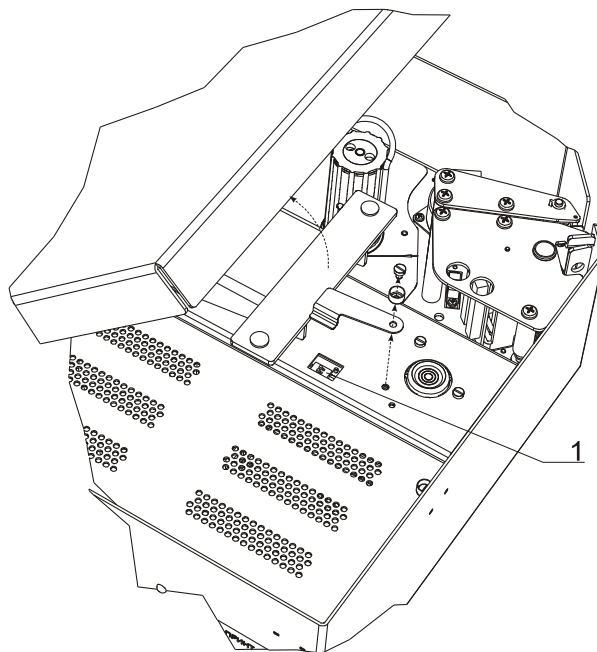

Рисунок 52
Для того, чтобы процедура градуировки была доступной, необходимо включить градуировочный переключатель в положение ON (см. рисунок 52). Если при попытке начать градуировку выводится сообщение "Градуировка невозможна" - проверьте положение градуировочного переключателя. В случае, если в процессе градуировки возникают ошибки, процесс градуировки прерывается и выводится сообщение "Градуировка не выполнена", а также может быть выведен код ошибки, возвращенный блоком датчика. Сообщите полученный код ошибки в техническую поддержку.
3. Удалить пломбу, отвернуть винт под пломбой, снять пломбировочную чашку, крышку, перевести градуировочный переключатель **1** в положение ON (см. рисунок 52);
16. Перевести градуировочный переключатель (см. рисунок 52) в состояние, противоположное ON;